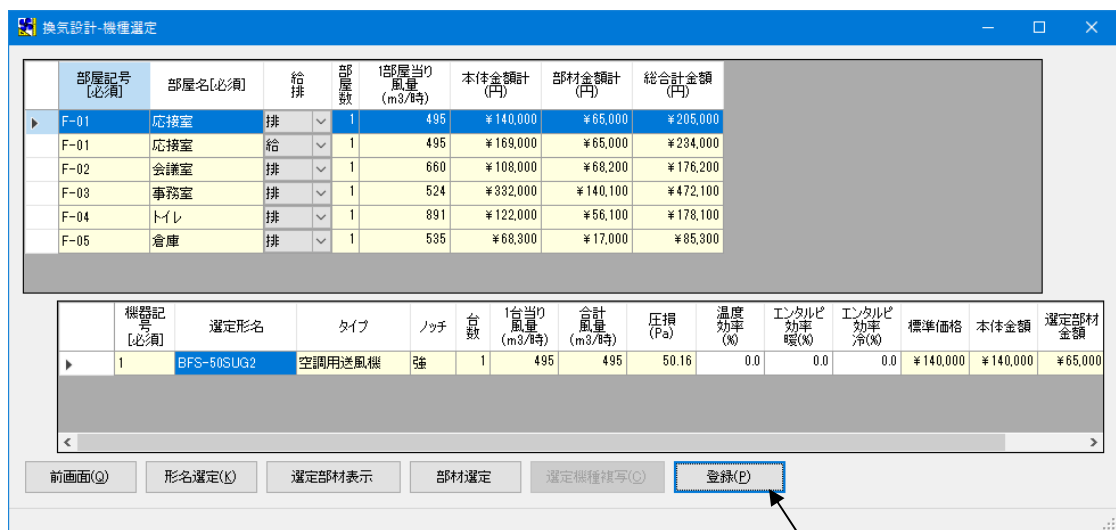

図 13
1. 全ての選定が終わりましたら、[登録(P)] ボタン (図 13-①) をクリックします。